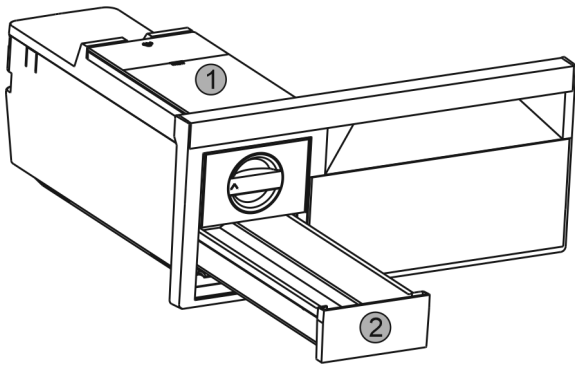

Fig. 46
- ▶ Извлечь бак для воды Fig. 46 (1) и выдвижной ящик для производства кубиков льда Fig. 46 (2).